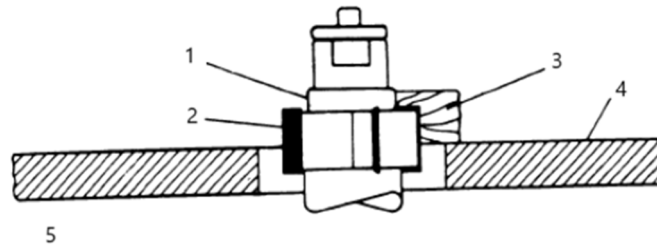

Abbildung 6
5. Auf keinen Fall darf ein kleines Werkstück gegen die Kragen geformt werden, wie in Abbildung 6 dargestellt.